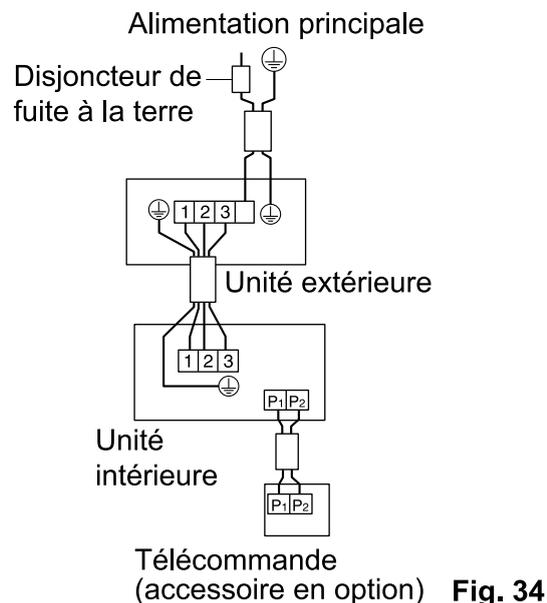

Fig. 34
- **Type en paire:** 1 commande à distance commande 1 unité intérieure (système standard). (**reportez-vous à la fig. 34**)